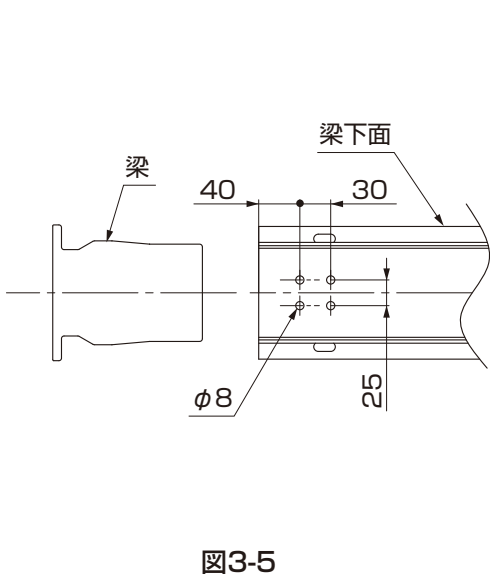

図3-5
- ①現場で前枠下面にφ8の孔をあけてください。(図3-5参照)